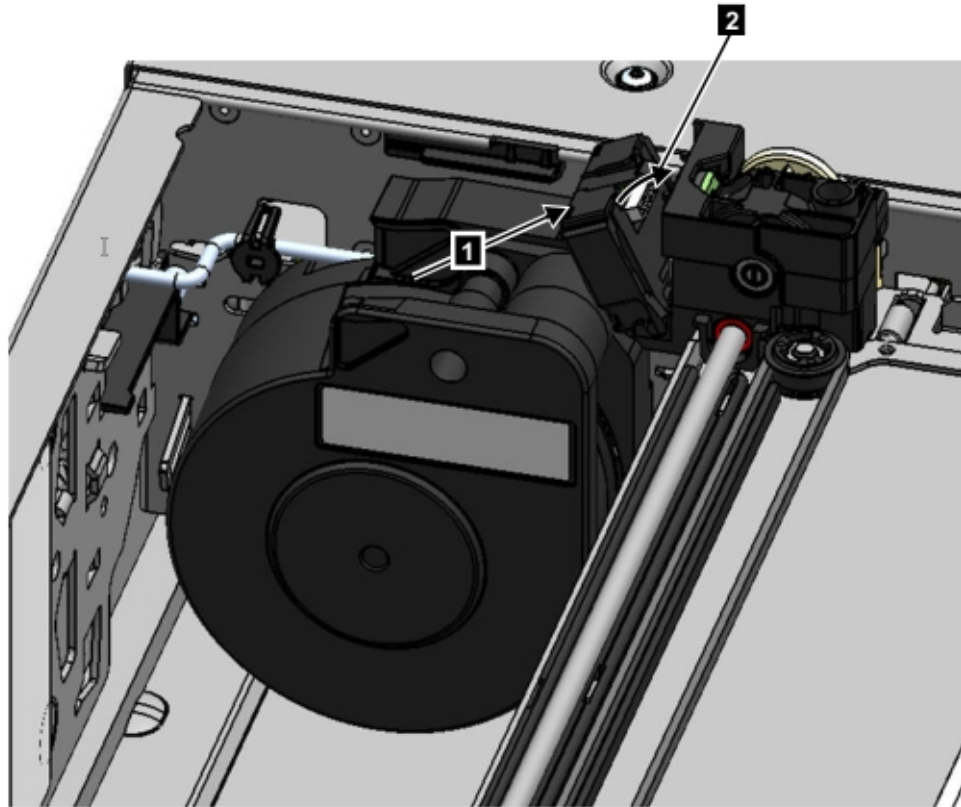

Figura 77. Instalación del cable de spooling
5. Coloque el cable de spooling en las ranuras donde se conecta al descriptor de acceso y gírelo hasta que encaje en su sitio. Consulte Figura 77 en la página 131.